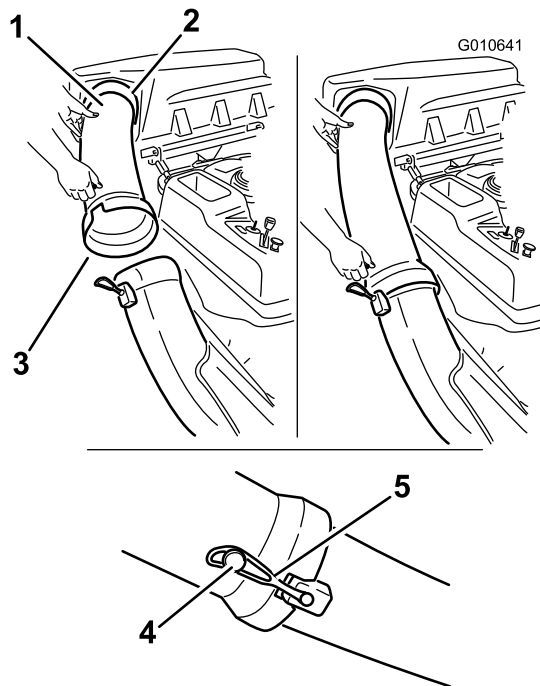

Figura 28
2. Coloque el extremo abocinado del tubo de descarga sobre el extremo del conducto. Enganche la correa de goma del conducto alrededor de la clavija del tubo de descarga para sujetar éste (Figura 28).
1. Introduzca el extremo curvo del tubo de descarga en el orificio de la tapa del ensacador (Figura 28).